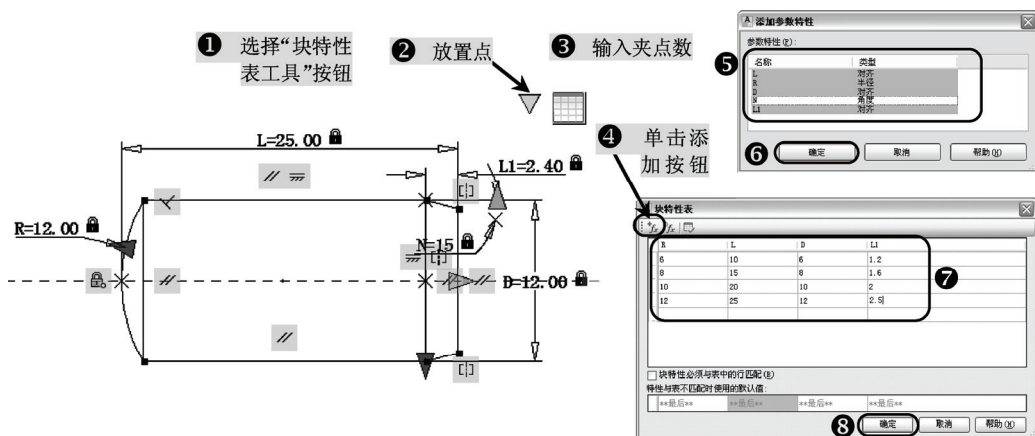

图9-43 约束参数
5) 在“块编写选项板”中的“动作”选项卡中单击“块特性表”工具按钮，提示指定参数位置，单击图形外面，提示输入夹点数，输入“1”，弹出“块特性表”对话框，单击“添加”按钮，弹出“添加参数特性”对话框，选择除“角度 N”外的选项，单击“确定”按钮，返回“块特性表”对话框，按照上一节绘制主视图中的数据添加相关尺寸（因为不能设置两个变量，则在长度“L”上只能设置相关图形的某一尺寸，在这里就设置最短长度）。单击“确定”按钮，返回“块编辑器”，如图9-43所示。